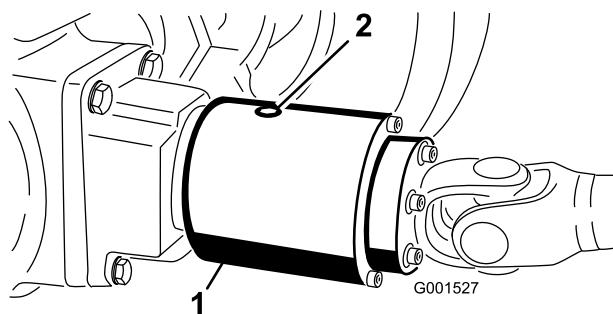

Figura 63
3. Rode a embraiagem, de modo a que o tampão de verificação fique voltado para baixo (Figura 63).